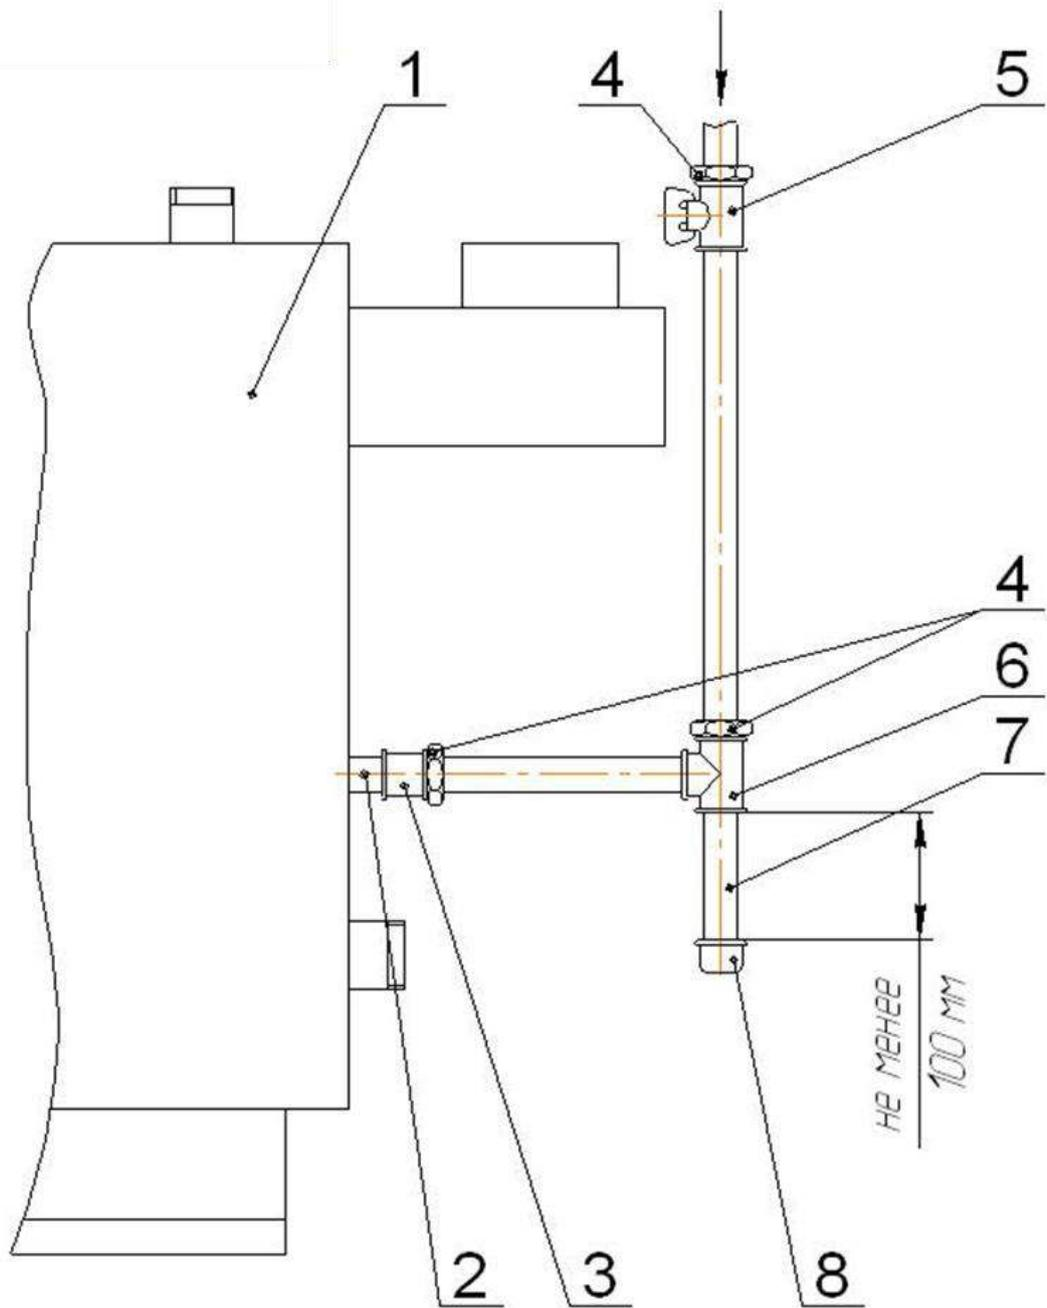

Рис. 6 Схема подсоединения котла к газопроводу
5.7 На газоподводящей трубе перед котлом обязательно должен быть установлен газовый кран, перекрывающий доступ газа к котлу / см. рис. 6 /.
5.8 Рекомендуется на входе газопровода в котел устроить ловушку-отстойник /см. рис. 6/.